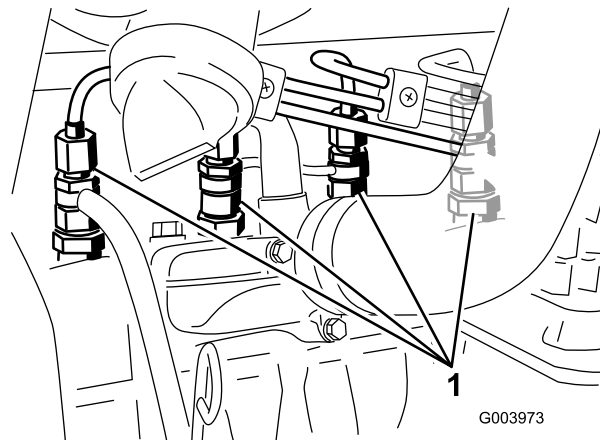

图47
1. 松开与 1 号喷嘴和固定器组件的管道连接（图 47）。